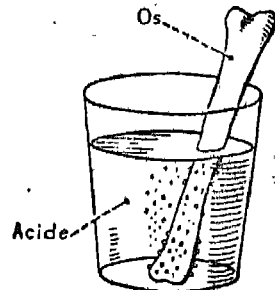

Fig. 2. — Destruction de la matière minérale d'un os.
**Expérience 1 :** Placez un os pendant quelques jours dans un verre contenant de l'acide étendu d'eau (fig. 2). La matière minérale se dissout. Il reste une matière molle, flexible, qui conserve la forme de l'os : c'est l'*osséine*.